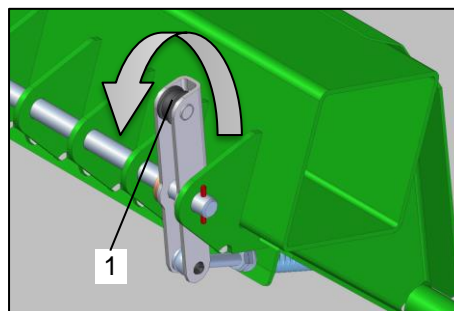

Bild 125: Messersicherung
- Schwenken Sie das Schneidwerk (Bild 125 / Pos. 1) mittels der maschinenseitigen Steuerung komplett aus.
- Entnehmen Sie die Messer (Bild 125 / Pos. 2).